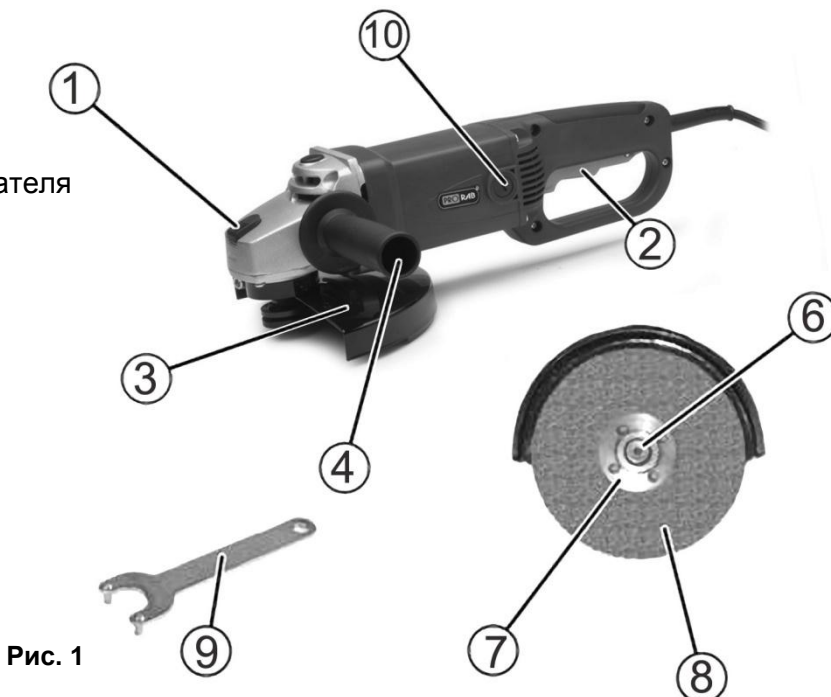

Рис. 1
- Удерживая нажатой кнопку фиксации шпинделя (1)(См. Рис.1), установите внутренний фланец (5) на шпиндель (6)(См. Рис.2).
- Установите новый, исправный отрезной или шлифовальный круг (8).
- Отпустите фиксатор шпинделя (1)(См. Рис.1) .
- Удерживая нажатой кнопку фиксации шпинделя (1)(См. Рис.1), отверните наружную фланцевую гайку (7)(См. Рис.2), идущим в комплекте фланцевым ключом (9)(См. Рис.1).
- **Для включения** инструмента - нажмите на клавишу пускового выключателя (2) (См. Рис.1). Переведите ее в положение «ВКЛ» (ON).
- **Для выключения** инструмента - отпустите клавишу пускового выключателя (2) (См. Рис.1). Переведите ее в положение «ВЫКЛ» (OFF).
- Щетки следует заменять парами. Отключите инструмент от сети питания. Открутите крышку щеткодержателя (10)(См. Рис.1) с помощью торцевой отвертки. Замените электрощетку. Установите крышку щеткодержателя обратно. Прделайте данную операцию и со второй электрощеткой.